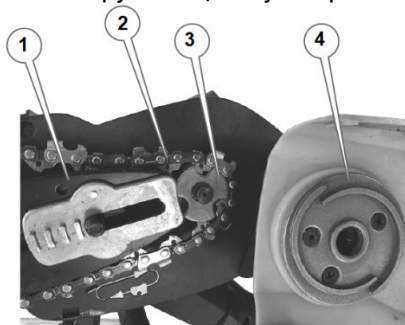

Рисунок 3. Схема встановлення різального блоку: напрямної «шини» та ланцюга.
5.1.2 Встановлення напрямної та різального ланцюга (рис. 3).
1. Переконалися, що АКБ від'єднана та розташувати виріб на рівній поверхні захисною кришкою (4, рис. 3) зверху.